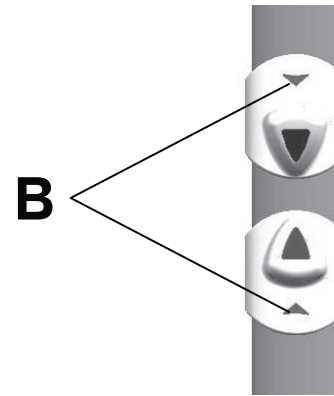

Figura 8 – Indicadores de abierto/cerrado
Nota - Los indicadores de abierto/cerrado (B) se mostrarán en amarillo cuando la puerta esté liberada del bloqueo (Figura 8).
Nota - Los indicadores de abierto/cerrado (B) se mostrarán en verde cuando la puerta esté bloqueada en la posición cerrada (Figura 8).